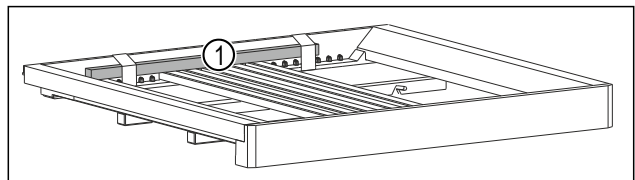

Fig. 3
- ▶ Holzstab Fig. 3 (1) entfernen.